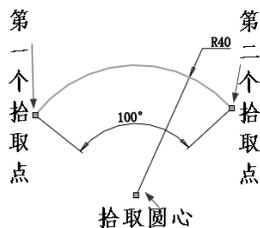

图 2-79 标注圆弧的圆心角
(1) 打开随书电子资料中的源文件“圆弧圆心角标注”, 单击“草图”选项卡中的“智能尺寸”按钮, 此时光标变为形状。
(2) 单击拾取圆弧的一个端点。
(3) 单击拾取圆弧的另一个端点, 此时标注尺寸线显示这两个端点间的距离。
(4) 继续单击拾取圆心点, 此时标注尺寸线显示圆弧两个端点间的圆心角。
(5) 将尺寸线移到适当的位置后单击, 将尺寸线固定下来, 标注圆弧的圆心角, 如图 2-79 所示。
(6) 在弹出的“修改”对话框中输入圆弧的角度值, 单击“保存当前的数值并退出此对话框”按钮, 完成标注。
(7) 如果在步骤(4)中拾取的不是圆心点而是圆弧, 则将标注两个端点间圆弧的长度。